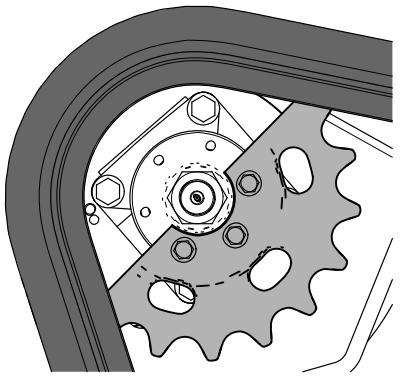

Figura 29
11. Spostate in avanti il comando della trazione fino a quando l'altra metà della ruota conduttrice non è innestata nel cingolo (Figura 29).